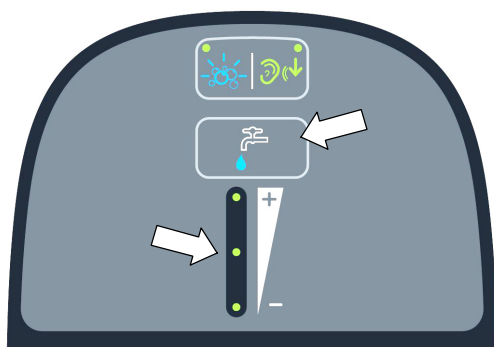

ABB. 35
2. Drücken Sie die Frischwasserdosierungs- Taste, um die Frischwasserdosierung zu erhöhen oder zu verringern (Abbildung 35). Die Frischwasserdosierungsanzeige zeigt die Dosiereinstellung an. Keine LED = Keine Dosierung, Eine LED = Geringe Dosierung, zwei LEDs = Mittlere Dosierung, drei LEDs = Hohe Dosierung.